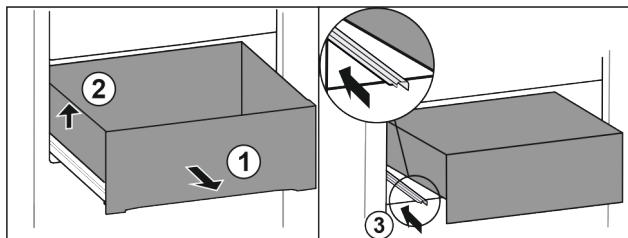

Fig. 14
- ▶ Zásuvku zcela vytáhněte Fig. 14 (1).
- ▶ Zásuvku vlevo nadzvedněte Fig. 14 (2).
- ▶ Zasuňte levou kolejničku Fig. 14 (3).